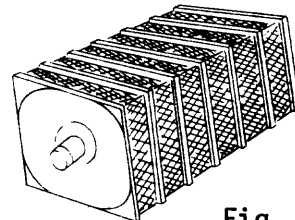

Fig. 6
*Elemento filtrante de placas de fieltro (fig. 6)*